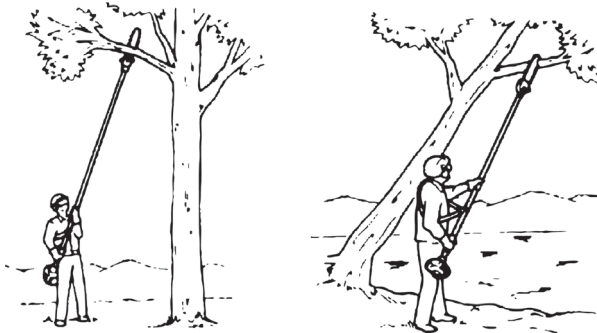

Рисунок 21. Схема розташування виробу відносно дерева перед обрізанням.
5. Підняти різальний блок руками, використовуючи пасок для перерозподілу маси на плечі, та обперти блок упором корпусу на потрібну гілку (рис. 21).